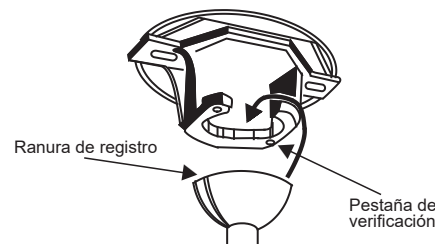

Fig. 10
Paso 9. Levante el cuerpo del motor hasta ubicarlo en posición y coloque la bola colgante dentro del soporte de montaje para cielorraso. Gire el ensamblaje completo hasta que la “pestaña de verificación” haya caído en la “ranura de registro” y se haya asentado con firmeza. (Fig. 10)